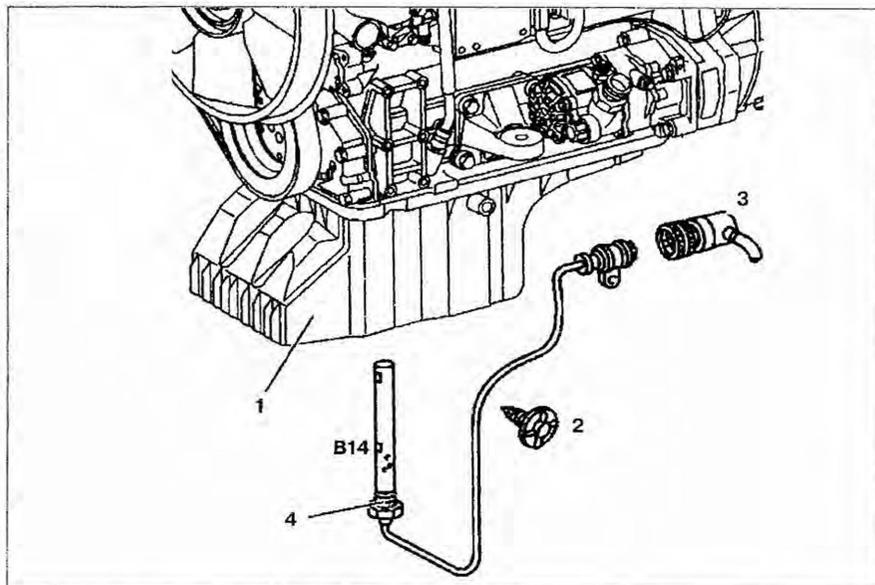

Рис. 3.27. Датчик уровня масла:
2. Отсоедините разъем проводки **3** от датчика уровня масла **B14** (рис. 3.27).